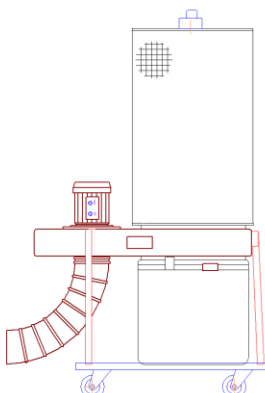

Рис. 2
- II. УВП-2000К –ФКЗ - Установки на основании с 4-я колесиками, рис. 2.